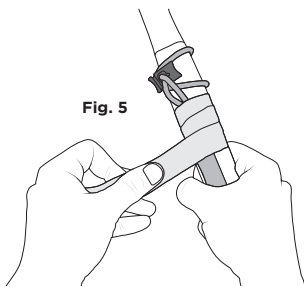

Fig. 5
5. Select and apply the appropriate Tool Trap™ using the selection grid to secure your elastic loop Tool Tail™ [fig. 5].
- Seleccione y aplique la Tool Trap™ adecuada mediante la cuadrícula de selección para asegurar la Tool Tail™ de lazo elástico [fig. 5].